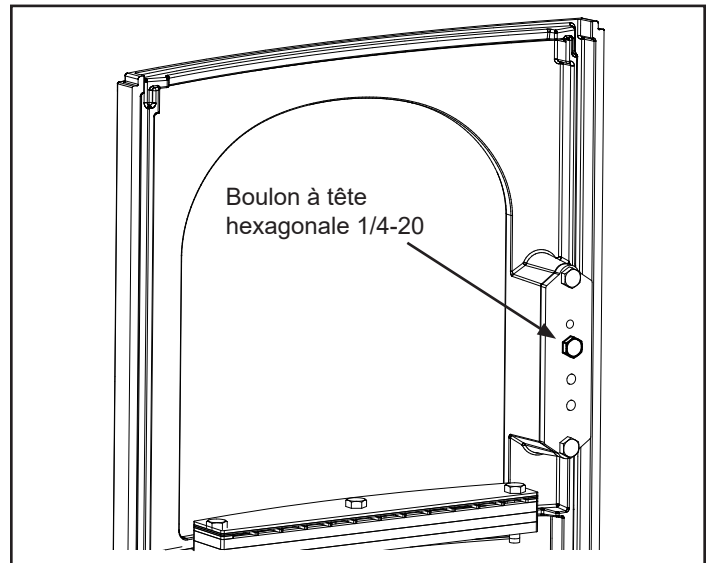

Figure 3.2 – Desserer le boulon à tête hexagonale 1/4-20
1. Desserrez légèrement le boulon à tête hexagonale 1/4-20 situé à l'arrière du loquet à l'intérieur du foyer (figure 3.2).